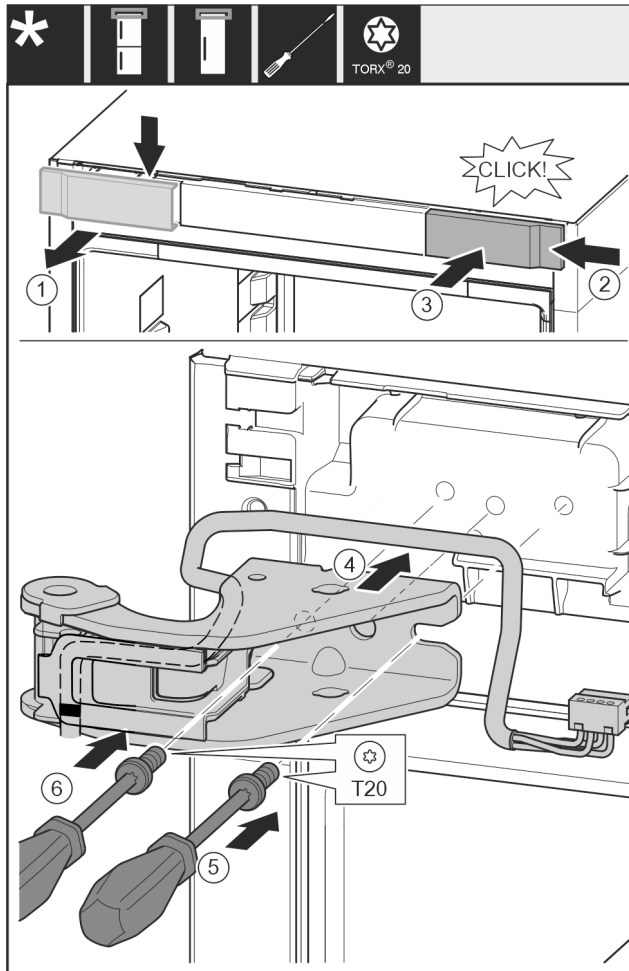

Fig. 32
- Hiqni kapakun mbulues nga lart duke e tërhequr përpara. Fig. 32 (1)
- Futni kapakun të rrotulluar me 180°, në anën tjetër nga e djathta. Fig. 32 (2)
- Mbërtheni në vend kapakun mbulues. Fig. 32 (3)
- Vendosni bazamentin mbështetës të sipërm. Fig. 32 (4)
- Vendosi vidën me një kaçavidë T20 dhe shtrëngojeni fort. Fig. 32 (5)
- Futni në vend vidën me një kaçavidë T20 dhe shtrëngojeni fort. Fig. 32 (6)